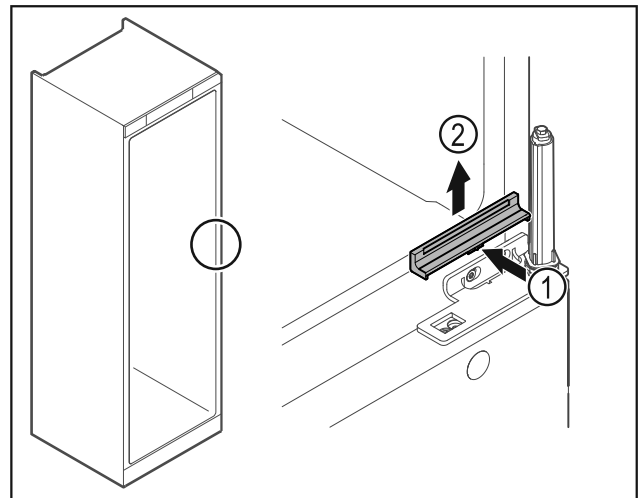

Fig. 26
- ▶ Натиснете леко навътре капака Fig. 26 (1) в средата и го свалете нагоре Fig. 26 (2).